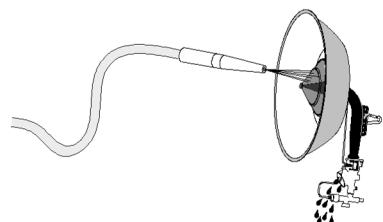
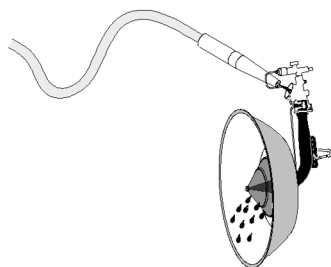

Fig. 17
Fig. 18
b) Limpieza con agua (Fig. 17 y Fig. 18)
- Coloque el radiador en posición vertical, con la entrada de gas hacia abajo. Proteja con la mano o una bolsa la válvula de seguridad y rocíe con el chorro de agua varias veces toda la superficie de los conos para eliminar el polvo del cono interno. El agua debe salir por la entrada de aire del radiador (Fig. 17).
- Dele la vuelta al equipo y dirija el chorro de agua a través de la abertura de entrada de aire. El agua debería salir por los conos (Fig. 18).
a) Cleaning with water (Fig. 17 and Fig. 18)
- Place the brooder upright, with the gas inlet facing down. Protect the safety valve with your hand or a bag and spray the entire surface of the cones several times to clean the dust from the internal cone. The water should come out of the brooder's air inlet (Fig. 17).
- Turn the system over and aim the water jet through the air inlet opening. The water should come out through the cones (Fig. 18).
b) Nettoyage à l'eau (Fig. 17 et Fig. 18)
- Disposer le radiant verticalement, l'entrée d'air vers le bas. Protéger la vanne de sécurité avec la main ou un sachet et passer le jet d'eau à plusieurs reprises sur toute la surface des cônes afin d'éliminer la poussière du cône interne. L'eau doit ressortir par l'entrée d'air du radiant (Fig. 17).
- Retourner l'équipement et orienter le jet d'eau à travers l'ouverture d'entrée d'air. L'eau doit ressortir par les cônes (Fig. 18).